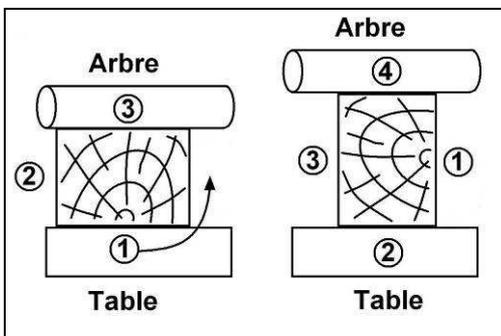
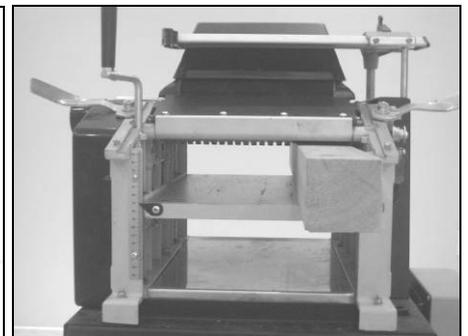

Fig 69
Fig 71
Sur la pièce de bois, commencez à usiner la surface opposée à celle qui a servi de référence (1) lors de l'opération de dégauchissage (Fig 69).
- Postez-vous hors de la trajectoire de la pièce de bois en cas de rejet ou de recul accidentel (Fig 71).
- Placez la surface de référence (1) bien à plat sur la table de rabotage; pour les bois irréguliers, engagez l'extrémité la plus épaisse.
- Vous obtiendrez ainsi une surface (3) parallèle à la (1).
- Faites pivoter la pièce de bois à 90° de façon à ce que la surface (2) déjà dégauchie se trouve sur la table (Fig 69).
- Usinez la surface (4) de la même façon que la (3).